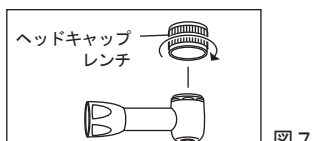

図7
- ②付属のヘッドキャップレンチをヘッドキャップの溝に合わせて差し込み、反時計方向に回してゆるめ取り外します。(図7)